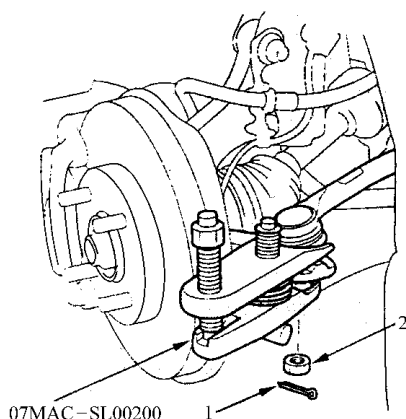

图 7-24 拆卸转向横拉杆球头
11) 如图 7-24 所示,从转向横拉杆球头上拆卸开口销,并拆卸 M10 螺母。借助专用工具,分离转向横拉杆球头与转向节。